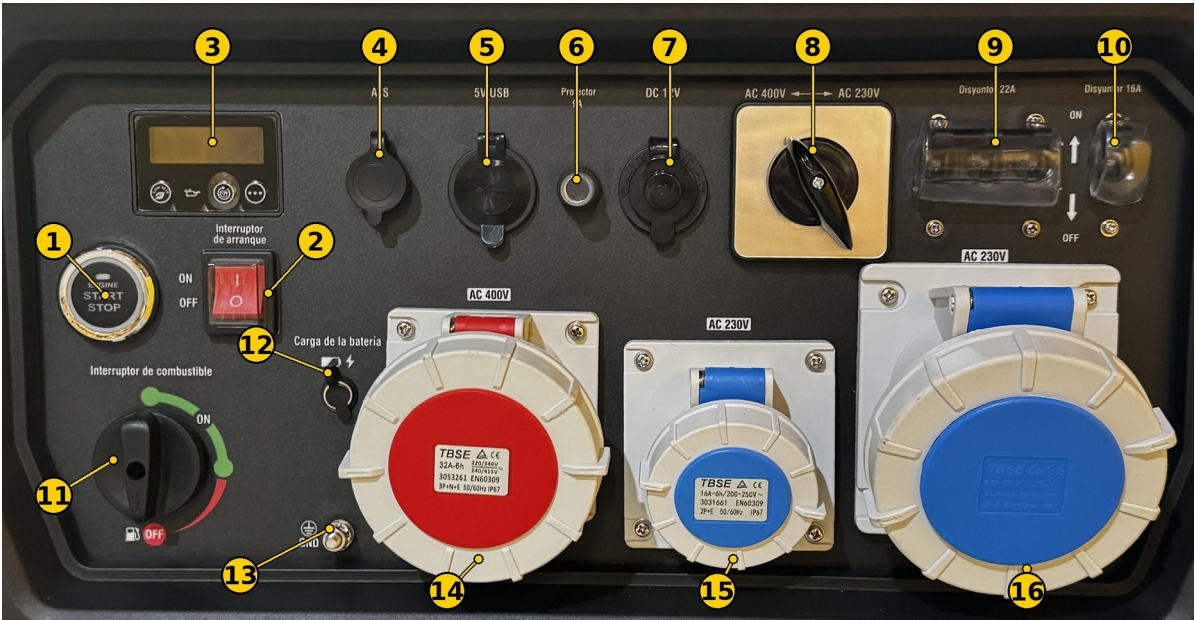

FIG. 3 — Tableau de commande
- 1) Vérifiez que l'interrupteur de démarrage (FIG. 3, n° 2) est sur OFF.